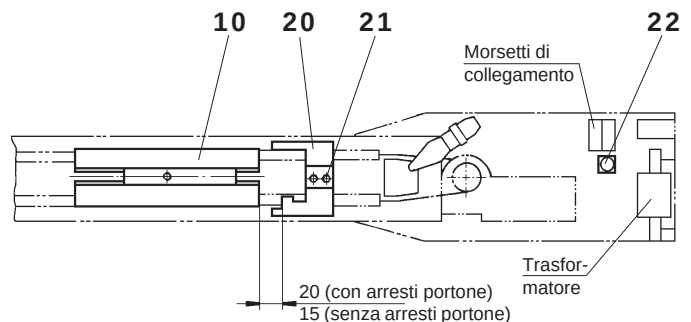

Fig. 9
- Regolare l'arresto di apertura (20) sull'automatismo. Allentare le viti (21), fare scorrere il dispositivo di arresto fino a quando non tocca la slitta (10). Fare scorrere indietro di circa 5 mm il dispositivo di arresto (dimensione 20) e fissare le viti (21). Fig. 9
- Se non è previsto alcun arresto portone, il dispositivo di arresto (20) viene fissato senza gioco alla slitta (10) (dimensione 15). Fig. 9
- Se il processo di installazione non avviene nel modo corretto o subentra un guasto, è possibile ripetere l'installazione premendo il tasto Reset (22) (manopola blu) in presenza di alimentazione di rete per min. 2 sec. Fig. 9